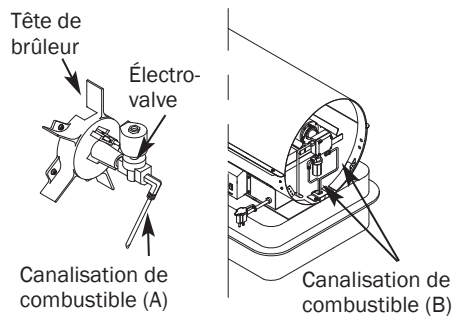

Figure 19 – Serrer la canalisation de combustible
- Utiliser une clé de 1/4 po et serrer la canalisation de combustible (A) au niveau de l'électro-valve et de la pompe (voir la Figure 19).